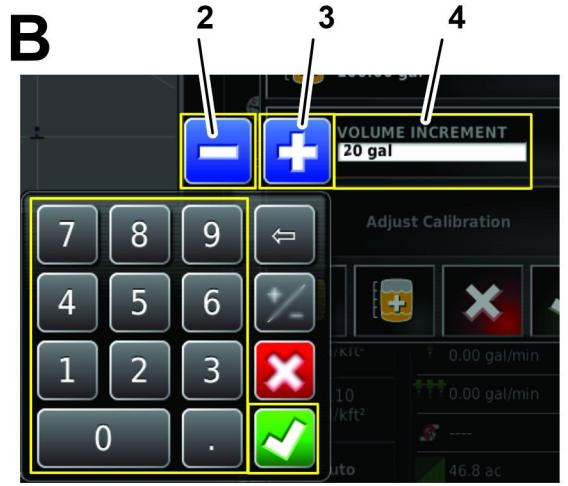

Figura 126
- Premete l'Icona RIEMPIMENTO SERBATOIO (Figura 126).